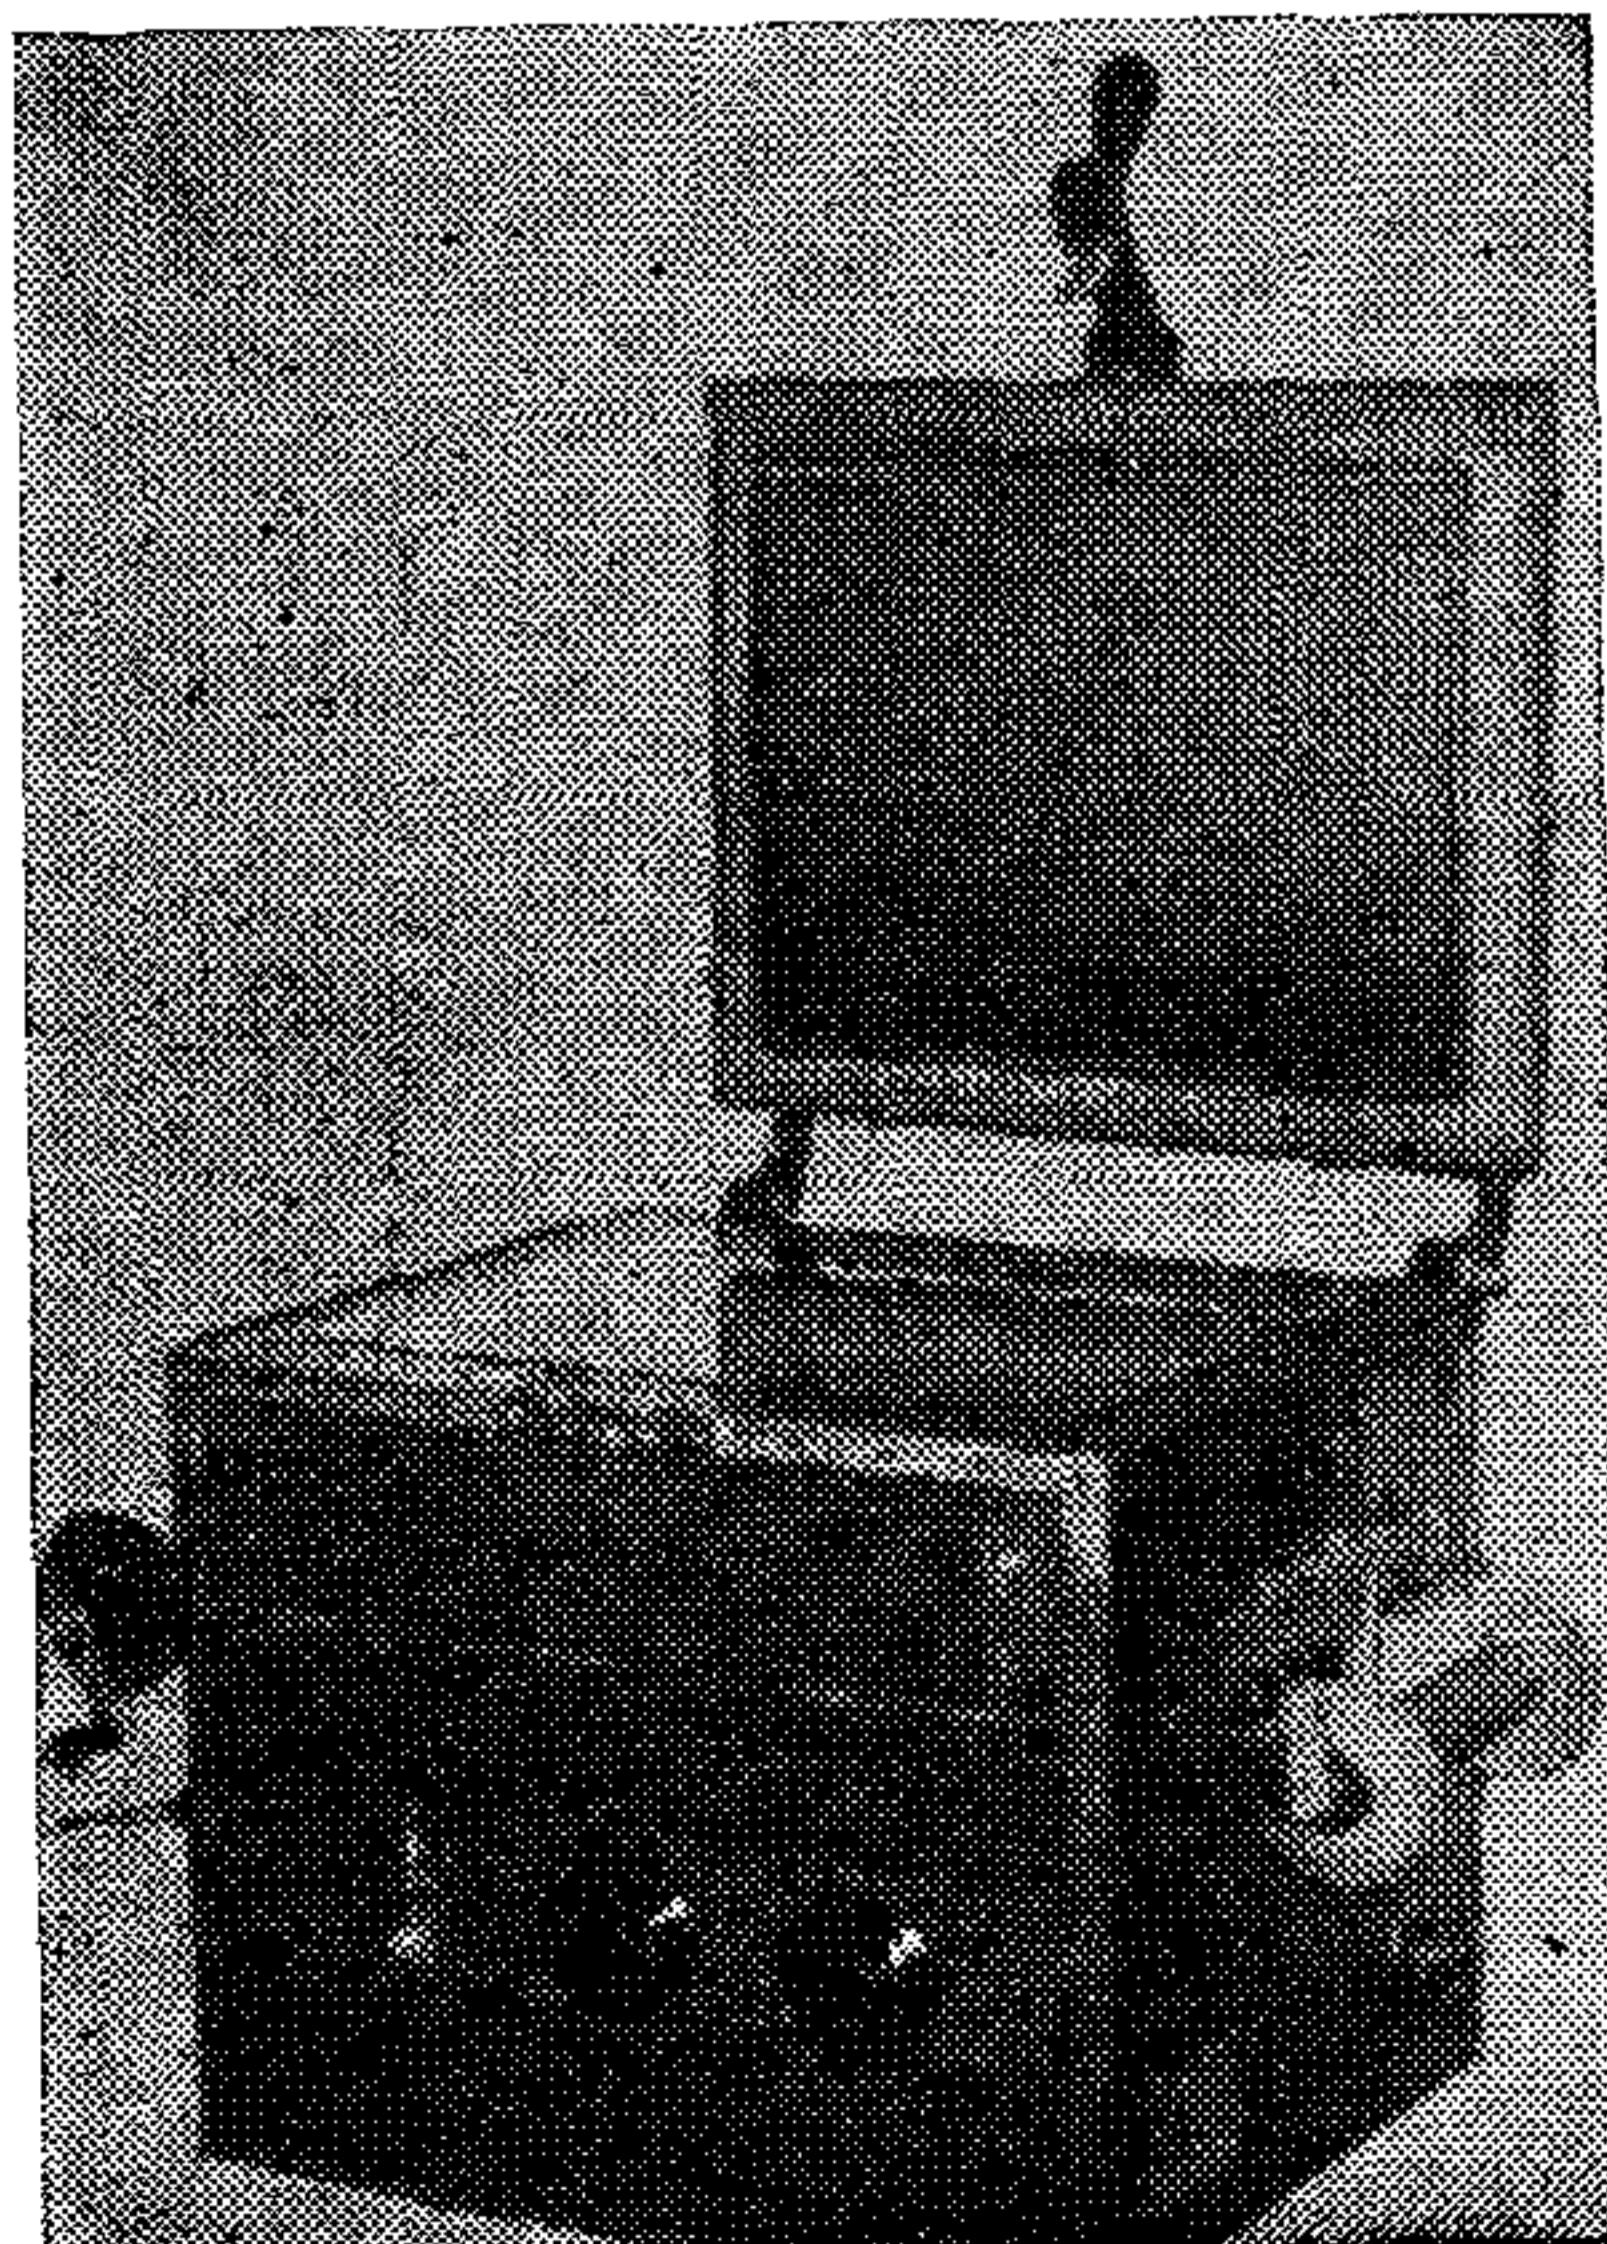

Рис. 47. Копировальный прибор КП-8
**9.8. Копировальный прибор КП-8** (рис. 47) предназначен для контактного копирования рулонных негативов и негативов на стекле на форматные фотоматериалы. Конструкция прибора позволяет изменять освещенность отдельных участков или всей площади контактного стекла. Выравнивание фотоматериалов осуществляется с помощью пневматической прижимной подушки, выдержка задается от руки.